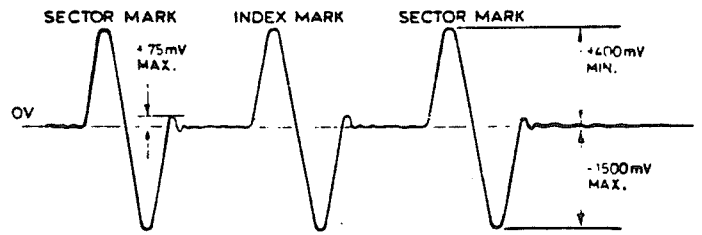

figure 16
- Vérifier la conformité du signal avec celui représenté figure 16.
- Connecter l'oscilloscope: canal 1 au point test F74 de la carte LØ (fig. 8 et 11) et faire le même contrôle d'amplitude du signal (fig. 16)